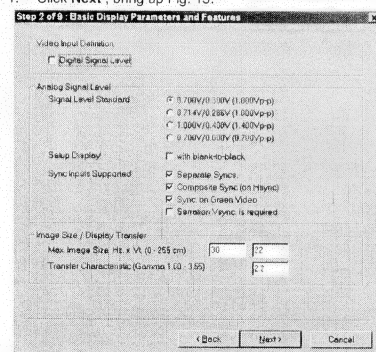

Fig. 15
1. Click **Next** , bring up Fig. 15.